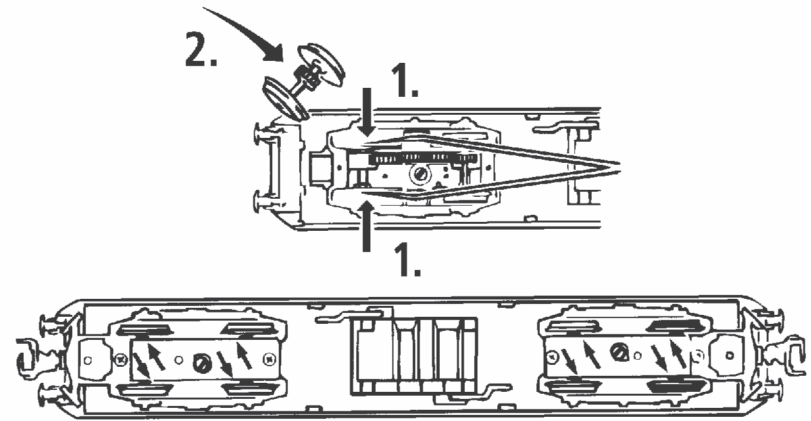

Fig. 6
3. Haftreifenwechsel: Zuerst den Getriebedeckel abnehmen (Fig. 4). Danach den **Radsatz** herausnehmen und die **Haftreifen** mit einer Nadel od. mit einem feinen Schraubendreher abziehen (Fig. 6). Beim Aufziehen der neuen Haftreifen darauf achten, dass diese sich nicht verdrehen.
3. Change of traction tyre: Remove the gear cover (fig. 4). Take out **wheel set** and remove **traction tyre** using a pin or a fine screwdriver (fig. 6). When pressing on the new traction tyre please **avoid twisting it**.
3. Échange des bandages d'adhérence: Démontez d'abord le **couvercle du carter des engrenages** des engrenages (fig. 4). Délogez ensuite les essieux bandagés et enlevez, à l'aide d'une aiguille ou d'un tournevis fin, les bandages d'adhérence (fig. 6). Lors du montage des nouveaux bandages veuillez veiller à ce que les bandages **ne soient pas tordu**.